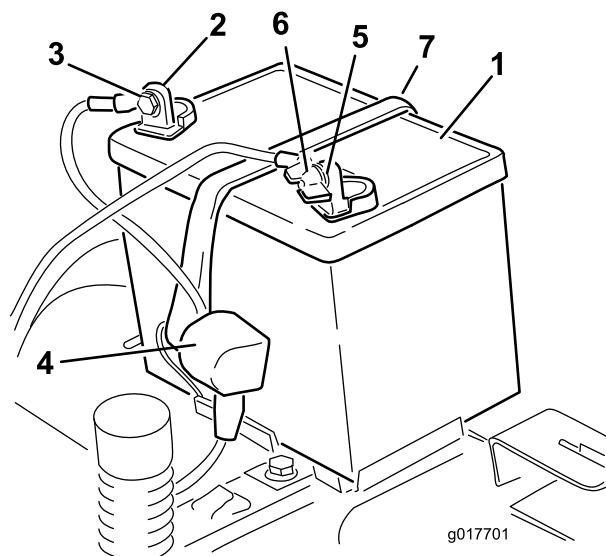

Figura 52
4. Staccate il cavo negativo (nero) di terra dal polo della batteria (Figura 52).
6. Staccate il cavo positivo (rosso) dal polo della batteria (Figura 52).
7. Togliete il dispositivo di fissaggio della batteria (Figura 52) e togliete la batteria dal vassoio.
1. Posizionate la batteria nella cassetta (Figura 52).
5. Fissate la batteria con l'apposito dispositivo (Figura 52).